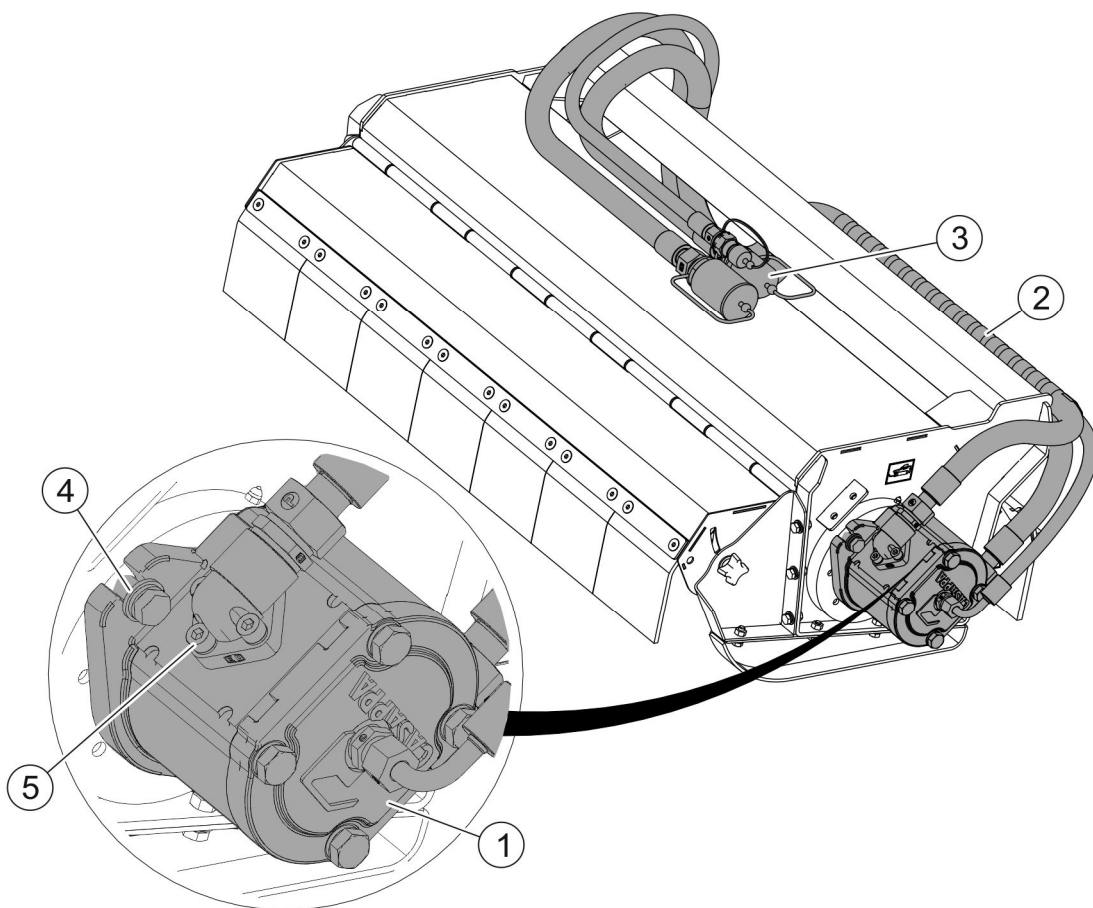

РИСУНОК 5.5 Перевірка системи приводу косарки.
(1)- середня тримальна балка 60х60; (2)- болт; (3)- пружинна шайба; (4) - шайба; (5)- болт; (6)- самостопорна гайка; (7)- шайба;
Обслуговування системи привода косарки полягає у періодичних перевірках стану з'єднань гідропроводів (2) (РИСУНОК 5.5) з гідравлічним двигуном (1) і технічного стану гідравлічного двигуна. Необхідно також перевірити кріплення гідравлічного двигуна (1) до корпусу косарки за допомогою болтів (4).